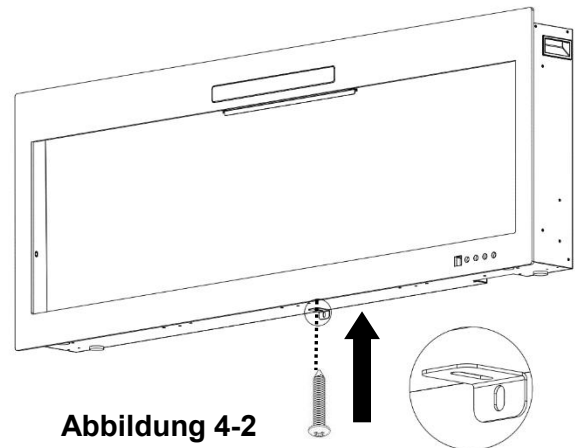

Abbildung 4-2
B. Befestigen Sie den L-Winkel (mitgeliefert) mit der zuvor entfernten Schraube an der Unterseite des Kaminkastens. (**Abb. 4-2**)